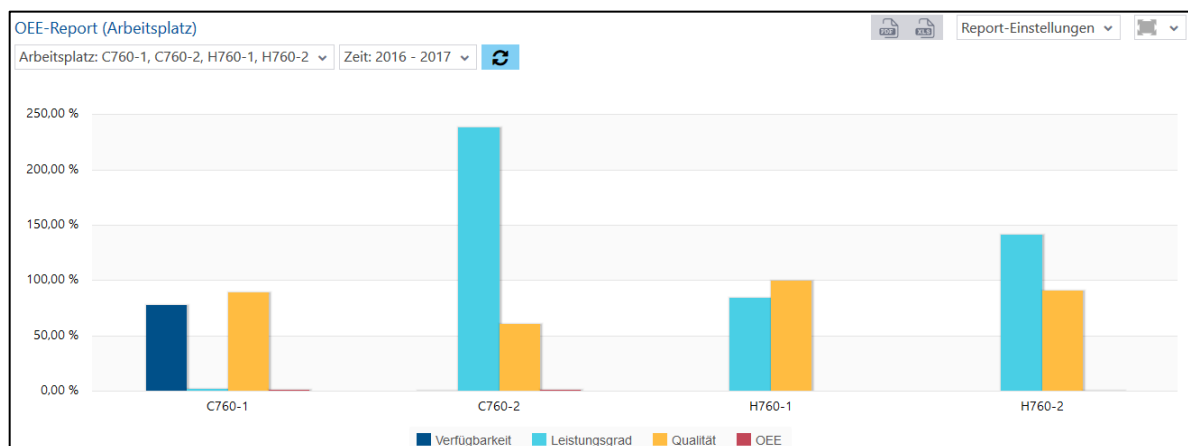

Bild 41: OEE-Report (Arbeitsplatz) als Säulendiagramm
- OEE-Report (Arbeitsplatz) als Säulendiagramm (Bild 41):